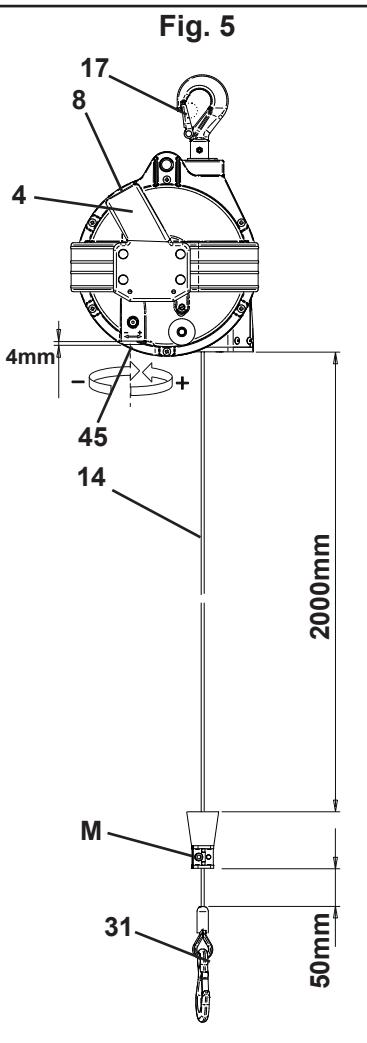

Fig. 5
Для увеличения грузоподъемности в пределах допустимой, необходимо повернуть при помощи специального ключа винт (45) (Рис.5) в сторону, обозначенную символом «+». Для уменьшения грузоподъемности при работе с более легкими грузами необходимо повернуть при помощи специального ключа винт (45) (Рис.5) в сторону, обозначенную символом «-».
Пружина является разгруженной, если винт выходит из корпуса на 4 и более мм (Рис.5). Остановите разгрузку пружины во избежание поломки балансира.
Подвешивание груза на балансир должно осуществляться на крюк с карабинной застежкой (31) (рис. 5). После подвешивания груза убедитесь в том, что карабин закрыт надлежащим образом.
При необходимости переместите и заблокируйте зажим (M) (Рис. 5), чтобы ограничить ход троса вверх.
Не снимайте груз с крюка, если зажим (M) (Рис. 5) не упирается в обжимный наконечник троса (ПОЛОЖЕНИЕ ПОКАЗАНО НА РИС. 5).
ПРИМЕЧАНИЕ: балансир блокируется, даже если пружина барабана полностью разгружена: в этом состоянии головка винта (45) (Рис.5) выходит из корпуса приблизительно на 4 мм; для восстановления функционирования балансира, нажмите на рычаг (4) (Рис.6) и попытайтесь нагрузить пружину как описано в пункте "Регулировка балансира"; (отпустите рычаг (4), когда головка винта полностью скрылась внутри корпуса); если балансир не разблокируется,